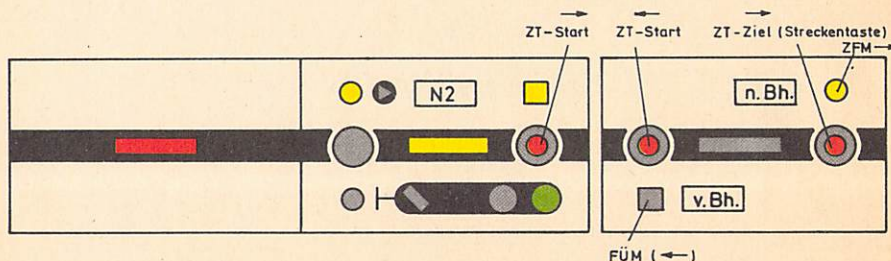

Bild 36
(4) Die Ausfahrzugstraße wird durch Bedienen der Zugstraßentaste des Ausfahrsignals und der Signaltaste des ersten Zentralblocksignals bzw. der Streckentaste (vgl. Bild 36) eingestellt.